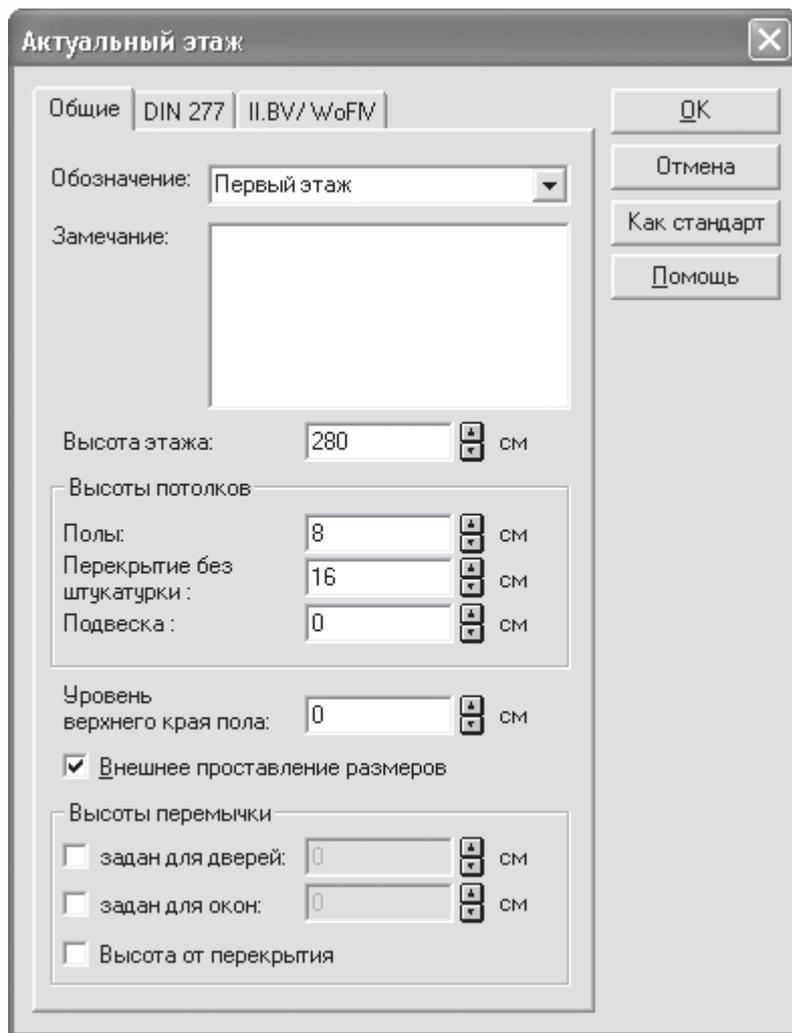

Рис. 3.50. Окно Актуальный этаж
- Актуальный этаж обрабатывают – команда вызывает диалоговое окно настроек этажа (рис. 3.50).
Перейдите в режим конструирования, если вы в нем не находитесь, и выполните одну из команд: Этаж → Новый этаж вверх или Этаж → Новый этаж вверх актуального. В результате должно открыться окно Новый этаж. В этом окне находятся три вкладки, первая из которых – Общие – содержит все те же настройки, что и окно Актуальный этаж (см. рис. 3.50).